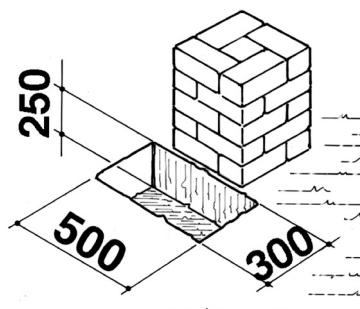

Fig. 3
- Eseguire una buca nel terreno vicino al pilastro (Fig. 3).
- Exécuter une fosse dans le sol, au ras du pilier (Fig. 3).
- Excavate a trench next to the pillar. (Fig. 3).
- Die Grube im Boden an der Kante des Pfeilers (Abb. 3).